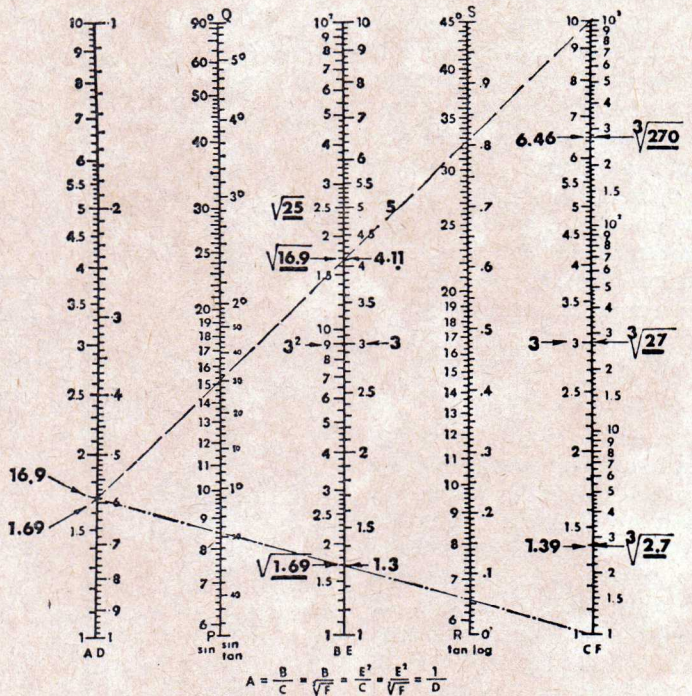

Figura 4
Raízes quadradas e quadradas podem ser lidos diretamente das escalas B e E. A figura 4 mostra que  $\sqrt{25} = 5$  e que  $3^2 = 9$ . Vamos achar, agora,  $1\,200^2$ . Escrevemos  $(1,2)^2 \times (10^3)^2 = 1,44 \times 10^6 = 1\,440\,000$ . Para achar  $(0,003)^2$ , fazemos  $3^2 \times (10^{-3})^2 = 9 \times 10^{-6} = 0,000009$ .
Poderemos, também, achar os quadrados pelo uso das tabelas A e E em conjunto com o ponto 1 (C). Por exemplo, a linha traço-ponto da figura 4 mostra que  $\sqrt{1,69}$  (A) = 1,3 (E). Por quê? Sabemos que  $A = B/C$  e que  $B = E^2$ . Então  $A = E^2/C$ . Quando  $C = 1$ , teremos diretamente  $A = E^2$ . A mesma figura mostra que  $(4,11)^2 = 16,9$ , se usarmos 10 (C) como pólo. Utilizamos a operação  $A = E^2/10$  neste caso, de modo que a resposta em A (1,69) deve ser multiplicada